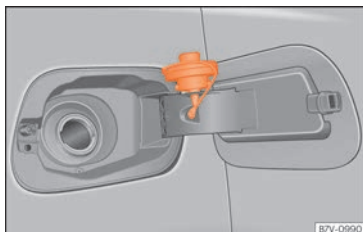

Abb. 281 Tankklappe mit aufgestecktem Tankverschluss.
• Platzieren Sie den Verschluss in der Ausparung, die sich im Scharnier der geöffneten Tankklappe befindet »» **Abb. 281**.